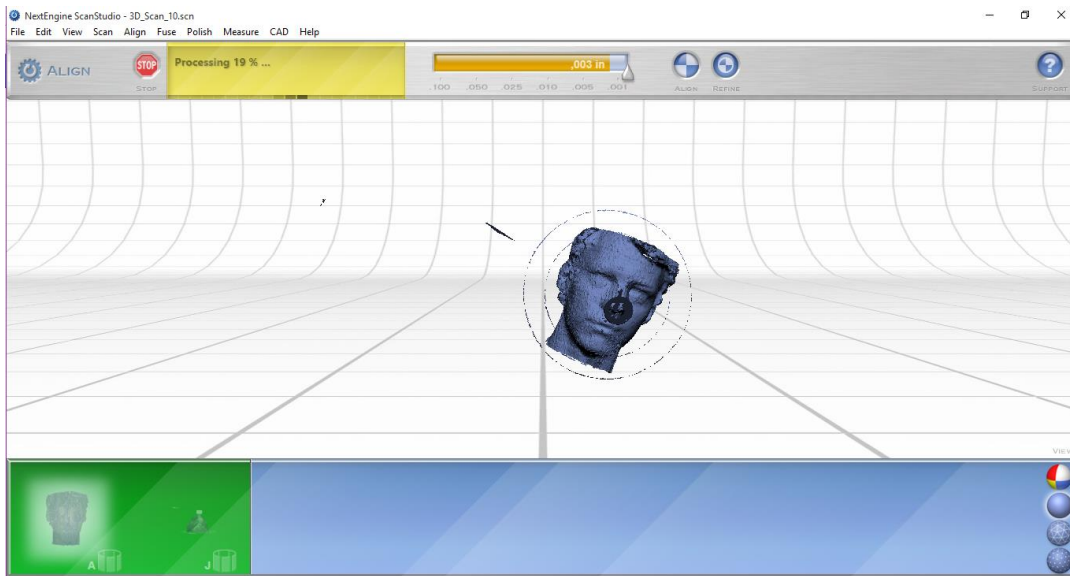

Figura 29. Objeto alineado.
16. Cuando se colocan todos los puntos necesarios para alinear los modelos, se selecciona la opción **ALIGN** (alinear). Una vez se hayan alineado los dos objetos el objeto debe quedar como se muestra en la Figura 29.